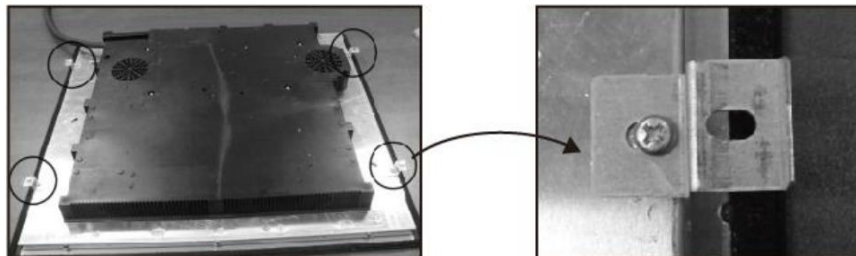

Bild 5
5. Efter installation, fäst plattan på arbetsytan med fyra skruvar på plattans undersida (se fig. 5). Justera monteringsfästets position till bänkskivans olika tjocklek.